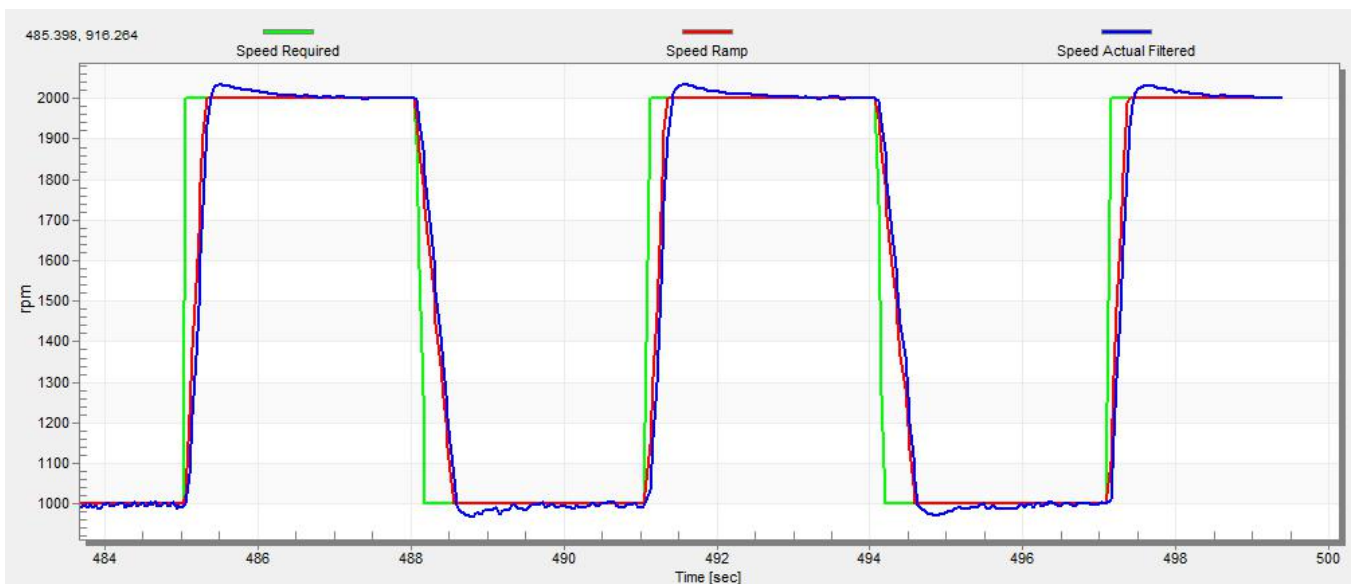

图34. 速度控制器响应-具有较小过冲的速度环响应
- 速度环响应具有较小的过冲，并且“Speed Actual Filtered（速度实际滤波）”建立时间已足够。可以将这种响应视为最佳（请参见图34）。